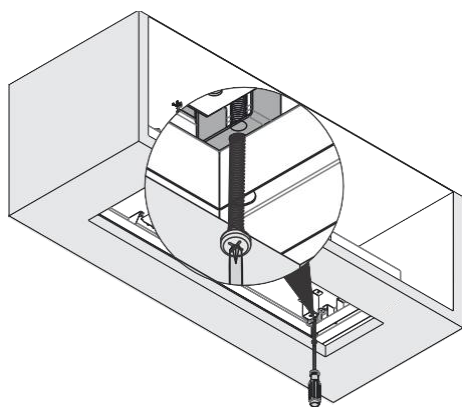

Fig. 14
- 6. ➤ Dra nu åt fästena på båda sidor för att fästa skåpet i skåpet (Fig. 14)